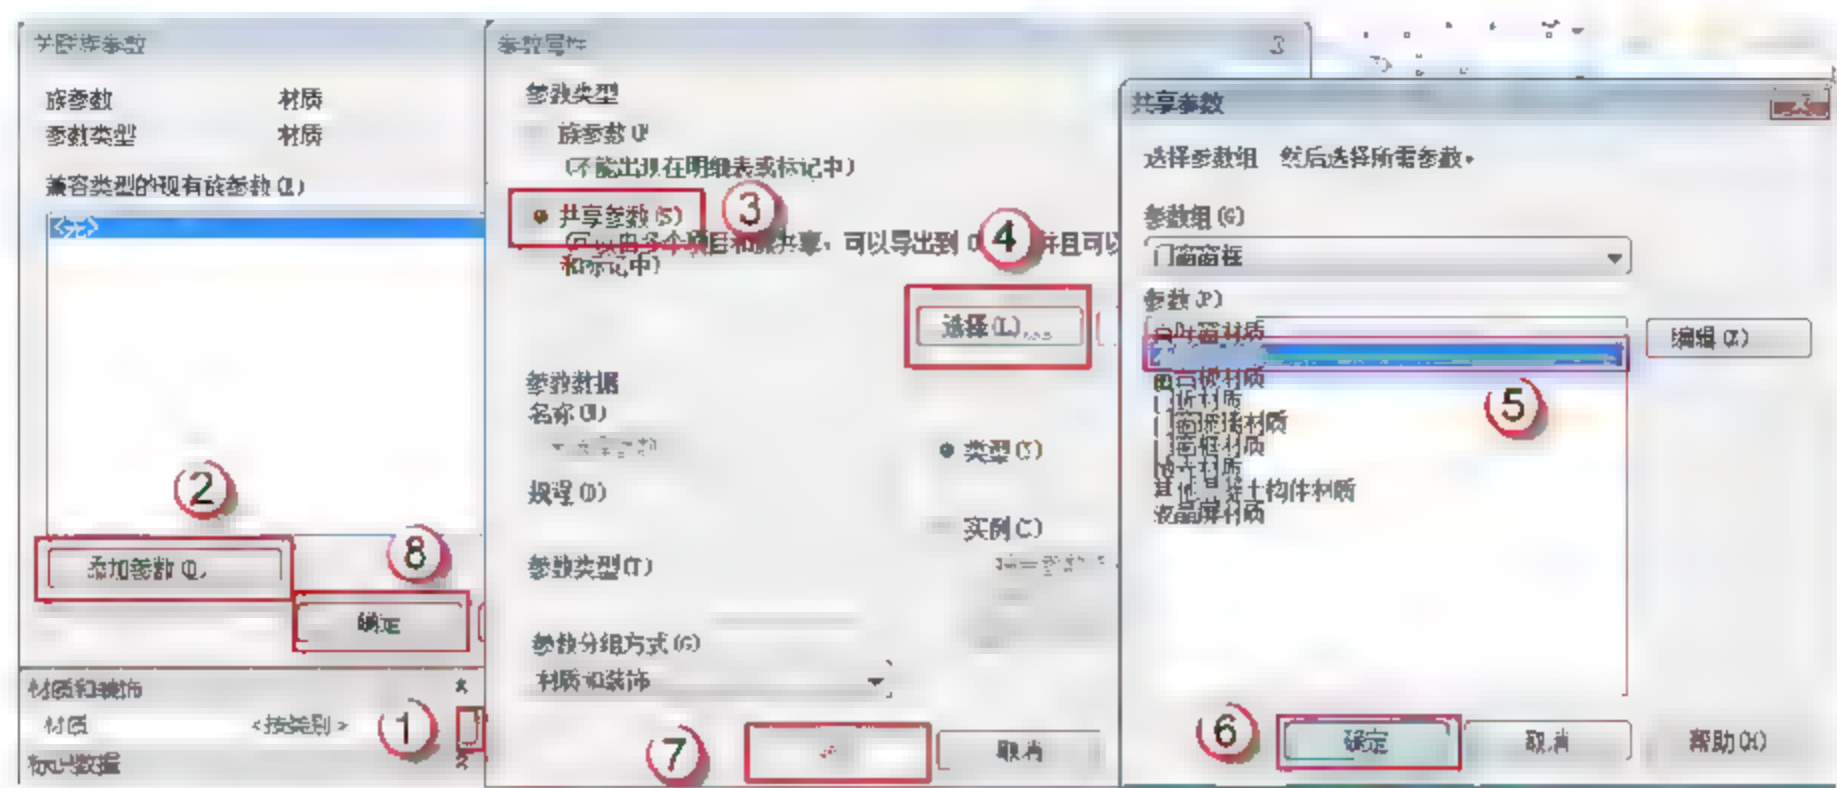

图 8.4.32 设置电梯门材质
(8) 设置电梯门材质。单击“属性”面板中“材质”栏的“关联族参数”按钮，在弹出的“关联族参数”对话框中单击“添加参数”按钮，在弹出的“参数属性”对话框中选中“共享参数”单选按钮，再单击“选择”按钮，在弹出的“共享参数”对话框的“参数”列表框中选择“不锈钢材质”选项。最后单击“确定”按钮，返回“左”立面视图。单击“完成编辑模式”按钮，完成电梯门的创建，如图 8.4.32 所示。